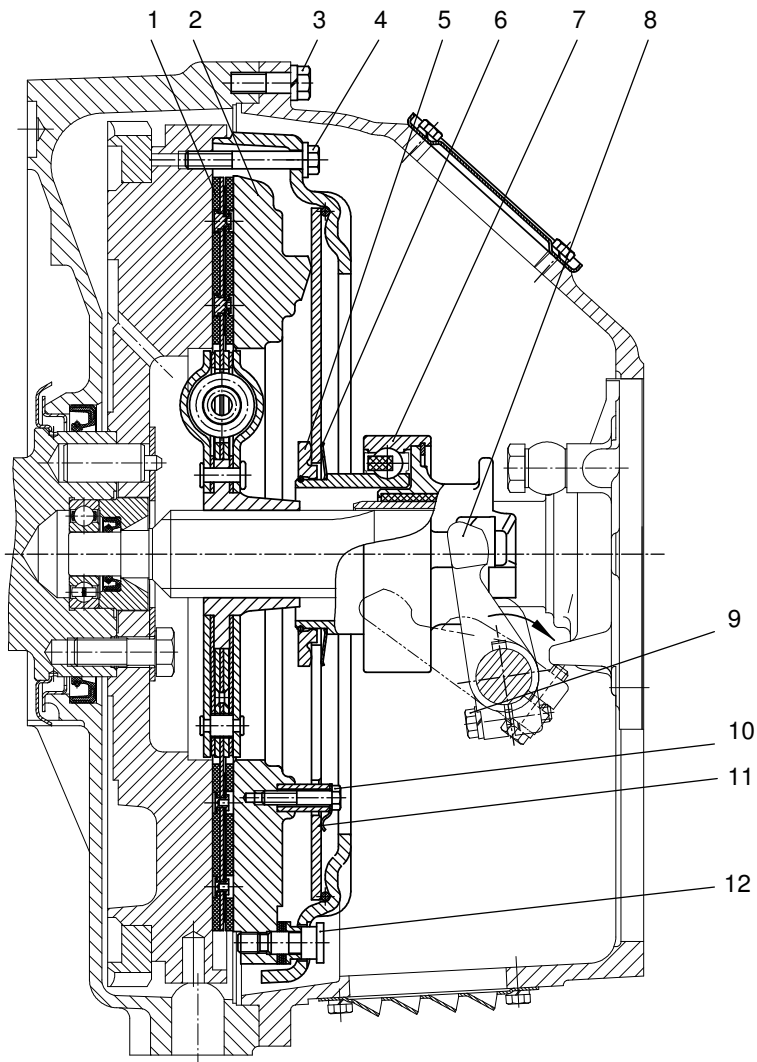
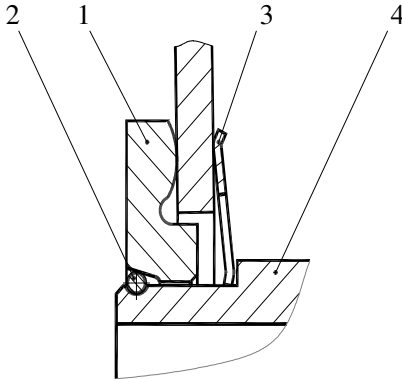

Рис. 22. Сцепление:
Рис. 24. Установка муфты
Диафрагменное сцепление (рис. 22) состоит из ведущих и ведомых частей, а также механизма выключения.
Механизм выключения сцепления состоит из муфты с подшипником 7 (см. рис. 22) и вилки 8 с валом, на шлицевой конец которого устанавливается рычаг. Муфта выключения сцепления соединяется с диафрагменной пружиной с помощью запорного устройства (рис. 24). При работе муфта центрируется по направляющей крышки заднего подшипника первичного вала коробки передач и удерживается от поворота боковыми поверхностями вилки.
Выключение сцепления осуществляется поворотом вала по часовой стрелке (см. рис. 22).
1. Установить муфту на нажимной комплект (корзину) в соответствии с рис. 24.